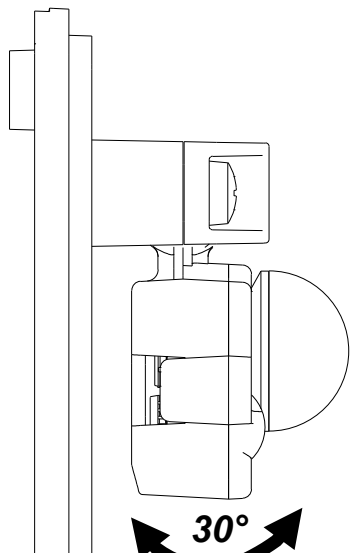

Fig. 2
- 4) Apriete los tornillos de apriete "A" para bloquear las posiciones de los cabezales giratorios (fig. 2).
- 4) 4) Tighten the clamping screws "A" to lock the positions of the rotating heads (fig. 2).